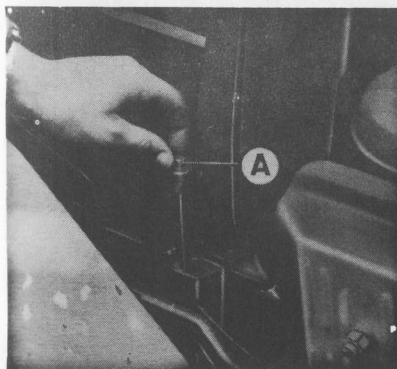

Fig. 16 - Contrôle du niveau sur le bouchon de remplissage du pont AV
- 1) dévisser le bouchon de remplissage (A), Fig. 16,